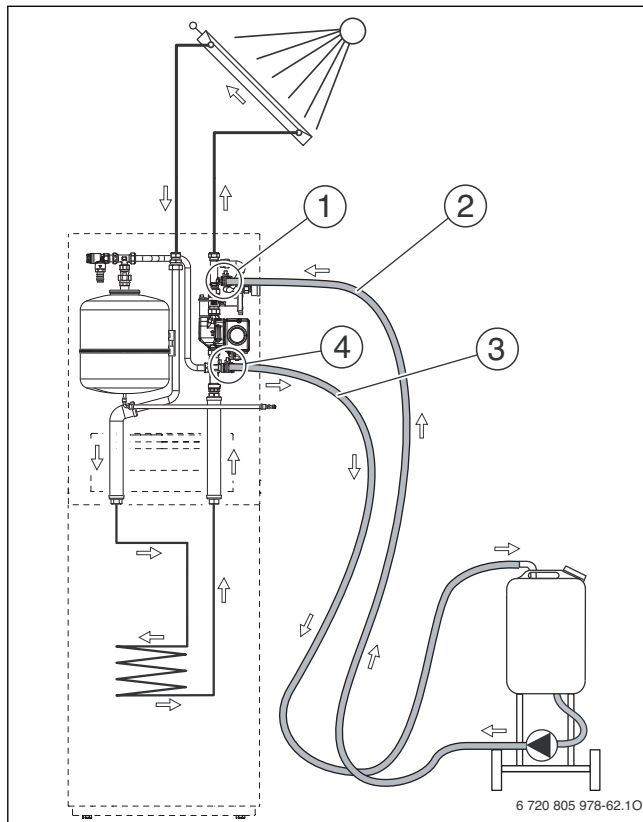

Fig. 77 Riempire il sistema solare termico
- collegare il dispositivo di riempimento, come indicato in fig. 77.
- Aprire i rubinetti di carico e scarico (→ fig. 77, [1] e [4]).
- Durante il lavaggio aprire e chiudere brevemente e più volte il rubinetto di carico e scarico (→ fig. 77, [4]) e poi aprirlo tutto velocemente. Così facendo si dissolvono le bolle d'aria presenti nella tubazione.